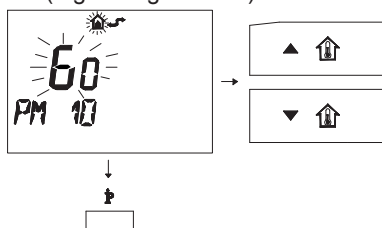

Figura 5.65
- Per modificare il SET programmato agli pulsanti o e aspettare che il numero programmato cominci a lampeggiare (Figura 5.65).